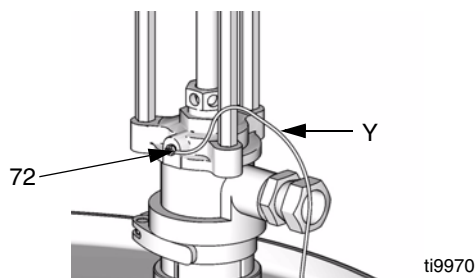

FIG. 9
1. **Bomba:** Conectar el cable de tierra (Y) al tornillo de tierra (72) y apretar firmemente el tornillo. Vea FIG. 9. Conecte el otro extremo del cable a una tierra verdadera. Asegúrese de cumplir todos los códigos eléctricos nacionales y locales.